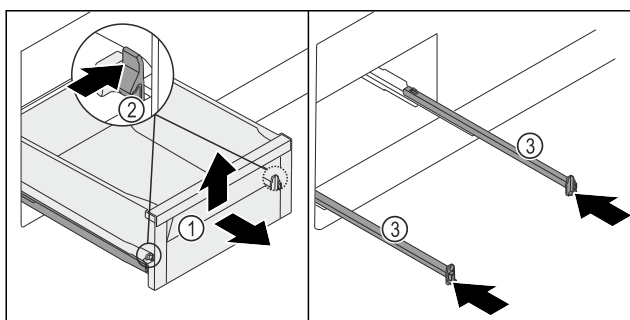

Fig. 118
- ▶ Wysunąć szufladę Fig. 118 (1) do oporu.
- ▶ Zacisk Fig. 118 (2) wcisnąć po lewej i prawej stronie równomiernie do wewnątrz.
- ▶ Szuflada Fig. 118 (1) zostaje zwolniona z szyn.
- ▶ Szufladę Fig. 118 (1) należy unieść w przód.
- ▶ Szufladę Fig. 118 (1) należy wyjąć w przód.
- ▶ Wsunąć szyny Fig. 118 (3).